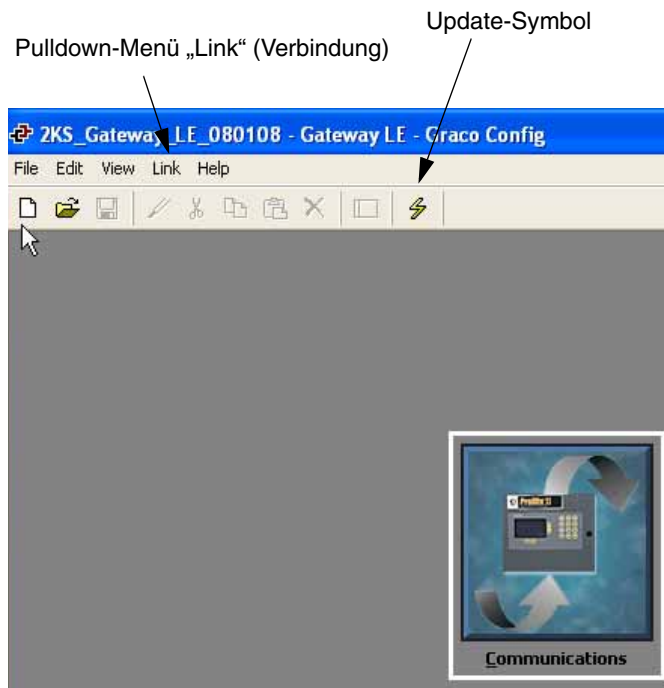

ABB. 15: Hauptseite von GracoConfig
3. „File>Open“ (Datei Öffnen) aufrufen und die Datei mit der Erweiterung xx.gg2 auswählen. Nach dem Laden sollte der Dateiname in der Titelzeile des Fensters (ABB. 15) angezeigt werden.
Als Shortcut das Update-Symbol  in der Symbolleiste verwenden. Siehe ABB. 15.